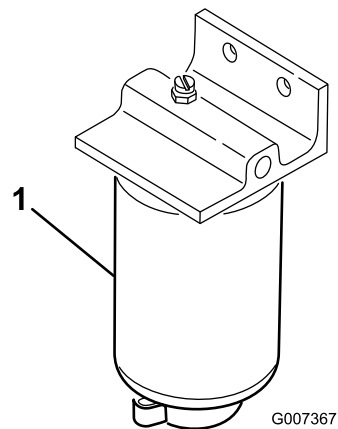

Рисунок 51
Ежедневно сливайте воду или другие загрязнения из водоотделителя (Рисунок 51). Заменяйте корпус фильтра через каждые 400 часов работы.
2. Ослабьте сливную пробку в днище корпуса фильтра (Рисунок 51).